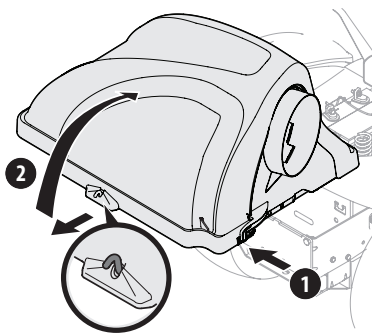

Figura 25
2. Abra la cubierta de la embolsadora oprimiendo hacia adentro la lengüeta posterior derecha con la mano derecha, como se ve en (1) de la Figura 25, y levantando la cubierta con la mano izquierda en el centro de la parte posterior de la cubierta de la embolsadora (2). No extraiga del tractor el conjunto de manguera.